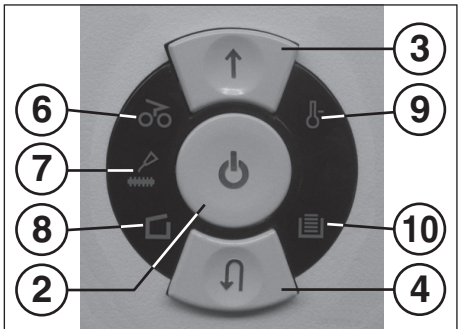

Fig. 1
- 2 = Pulsador funcional (Fig. 1)
- 3 = Pulsador de avance (Fig. 1)
- 4 = Pulsador de retroceso (Fig. 1)
- 6 = Indicador de control (Fig. 1)
7 = Indicador de control (Fig. 1)
8 = Indicador de control (Fig. 1)